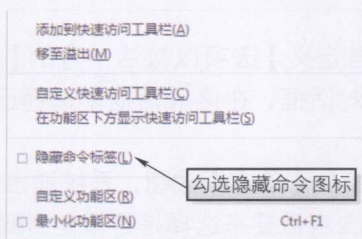
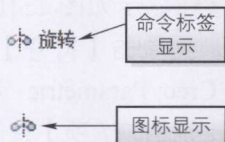

图 1-4 快捷菜单
图 1-5 隐藏命令图标显示
5) 若要选项卡更加简洁，可适当隐藏部分命令的名称即图标显示。在命令图标上右击，弹出如图 1-4 所示快捷菜单，选择【隐藏命令标签】选项，达到如图 1-5 所示效果；此种方法只适合熟练掌握 Creo 软件的设计者，初学者无需进行此项屏幕设置。